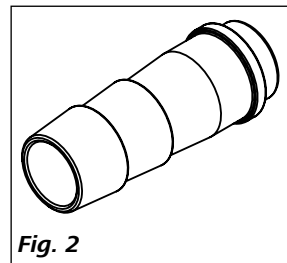

Fig. 2
- Portagomma DN 8 (2 pz.) vedi Fig. 2
- Portagomma DN 12 (2 pz.) vedi Fig. 2